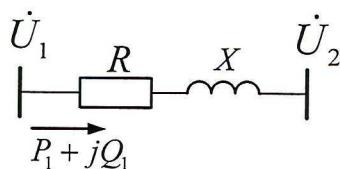

Рис. 1.
7. Как связаны между собой векторы напряжения по концам простейшего участка электрической сети, если заданы потоки активной и реактивной мощности со стороны узла 1 (рис. 1). Понятие падения напряжения, потери напряжения.